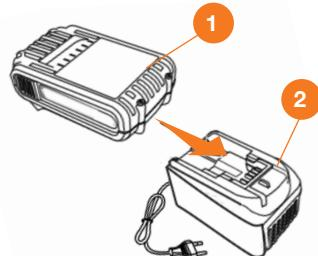

Рис. 22
- Подключите аккумулятор **1** к зарядному устройству **2**. Индикатор на зарядном устройстве загорится красным светом, и начнется процесс зарядки (Рис. 22).